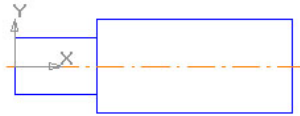

Рисунок 2.15 - Заготовка майбутнього креслення вала
- таким же способом проведіть горизонтальні прямі відповідно до рис. 2.15, з огляду на те, що це майбутнє креслення вала з діаметрами 14 і 20 мм.